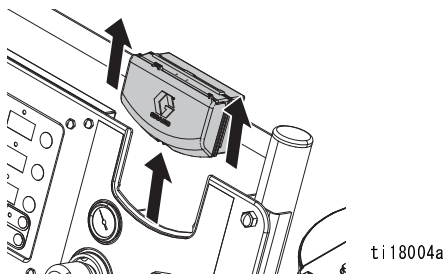

図 17. DataTrak の取り外し
3. ブラケットから DataTrak モジュールを取り外します。図 17 を参照してください。非危険区域にモジュールと接続されているケーブルを運びます。